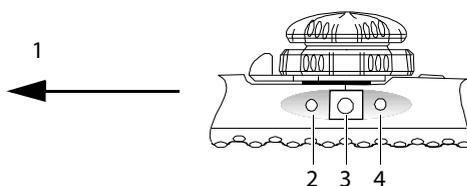

Figura 7 Controles de rotación del plano de exploración
La rotación del plano de exploración se acciona mediante un motor situado en el mango del transductor y se controla con los botones del mango (véase la **Figura 7**).
- ❖ Pulse el botón biplanar (botón central) en el mando del transductor. Consulte Figura 7.
- 3** Pulse los botones de control del plano de exploración del mango para girar el plano de exploración en sentido contrario de las agujas del reloj (de 0° a 180°) y en sentido de las agujas del reloj (de 180° a 0°). Consulte **Figura 7**.